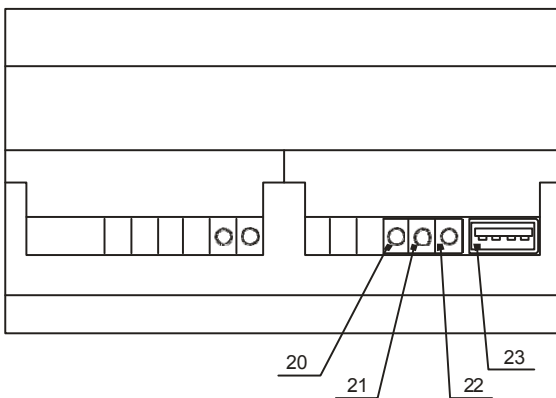

Рисунок 1 – общий вид контроллера, расположение его органов индикации и управления
9.7.1 Индикация текущего адреса контроллера на шине RS-485 осуществляется при включении, с помощью светодиодов «связь» и «опрос» рисунок 1. Адрес может принимать значение в интервале 1 – 247. По умолчанию производителем присвоен адрес - 1.
9.7.3 Одновременно горящие светодиоды «опрос» (рис.1) и «связь» обозначают разряд сотен адреса, отдельно горящий светодиод «опрос» обозначает разряд десятков адреса, отдельно горящий светодиод «связь» обозначает разряд единиц адреса.